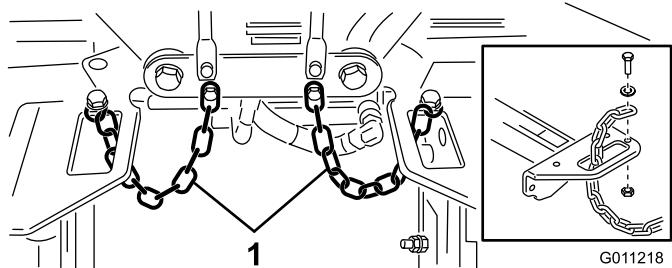

図 22
4. 各キャリアフレームのスロットにチッパー チェーンを下から上に通し、これらのチェーンをキャリアフレームの上に固定する（キャップスクリュ、ワッシャ、ロックナットを使用）（図 22）。